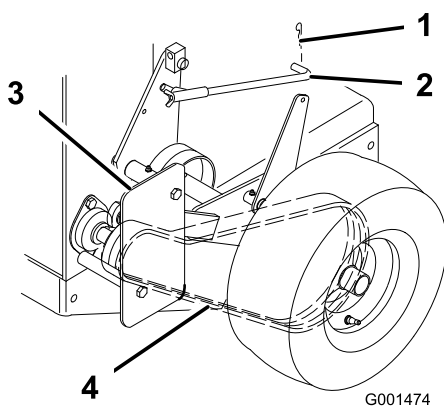

Figure 40
1. Enlevez la goupille fendue qui fixe la tige de frein au bras de frein pour relâcher la poulie de tension de la courroie (Figure 40).
2. Enlevez le boulon inférieur et desserrez le boulon supérieur du déflecteur pour le faire pivoter et accéder à la courroie (Figure 40).
3. Soulevez la courroie et faites-la passer au-delà de la poulie de tension pour l'enlever de la poulie de d'entraînement (Figure 40).
6. Fixez le déflecteur avec les boulons retirés précédemment, serrés au couple correct (Figure 40).
7. Fixez la tige de frein au bras de frein avec la goupille fendue (Figure 40).